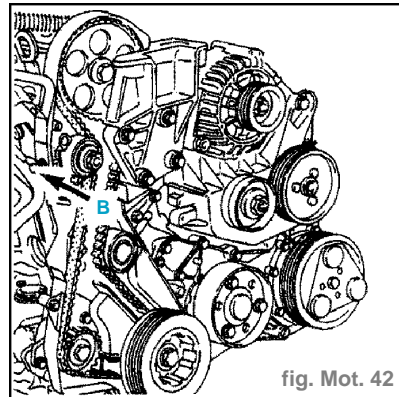

fig. Mot. 42
- Détendre la courroie de distribution en dévissant l'axe du galet tendeur et la vis **(B)** (fig. Mot. 42).